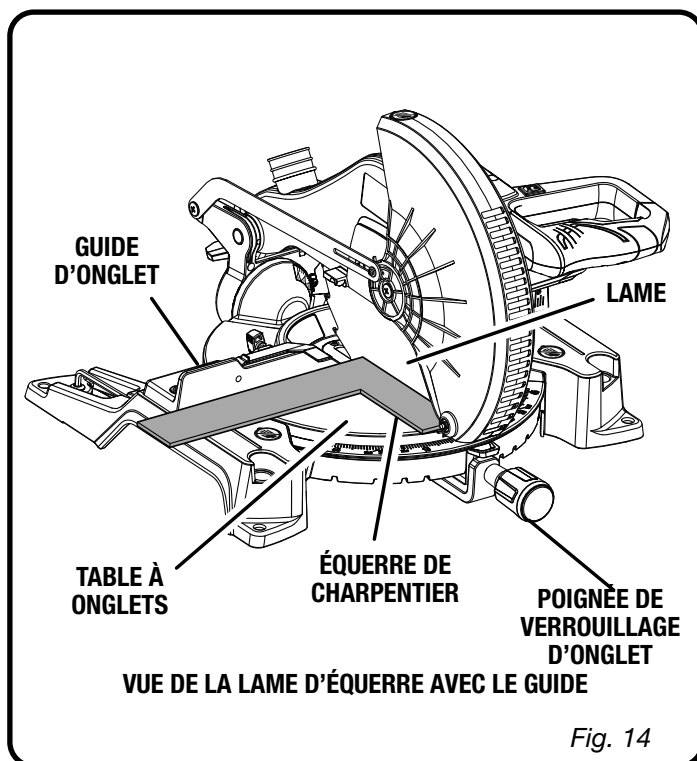

Fig. 14
Voir les figures 14 à 19.
- Le bord de l'équerre et la lame doivent être parallèles, comme le montre la figure 14.